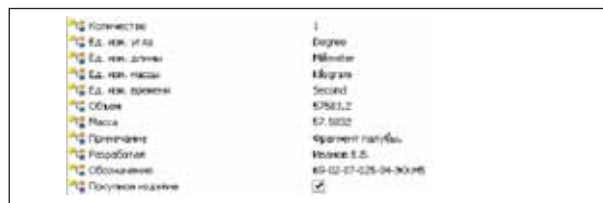

Рис. 17. Атрибуты произвольного объекта, перенесенные в TDMS
4. Атрибуты объектов переносятся посредством специально созданной команды из Autodesk Inventor 11 в TDMS. На рис. 17 приведены атрибуты произвольного объекта сборки в TDMS.